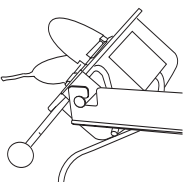

Abb. 5
- Girar el recipiente para tostar con la ayuda del asa del propio recipiente y vaciarlo (Fig. 5).
- Abatir la tapa encima del cajón (5) hacia abajo y extraer las palomitas con la pala (11).